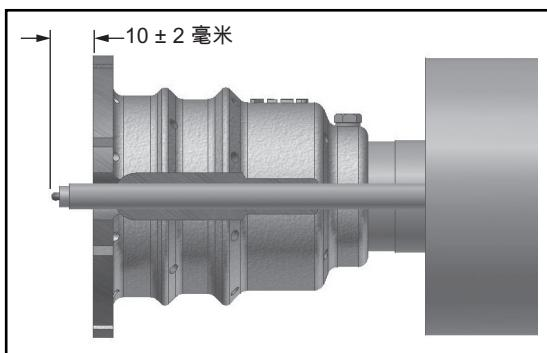

图 3.17a
2. 把点火棒穿过安装孔置入烧嘴，并将其拧紧在后盖上。参见图 3.17a。